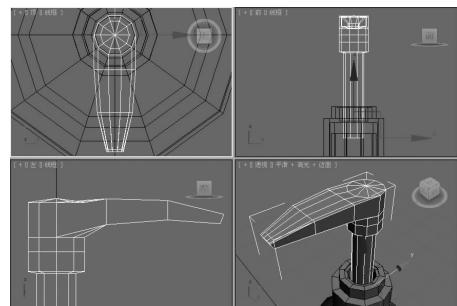

图5-102 调整按压器顶点的形状▲
(9)单击“选择”卷展栏中的“顶点”按钮,再单击主工具栏中的“选择并均匀缩放”按钮,在透视图中缩放上一步挤出的顶点,调整后的效果如图5-102所示。